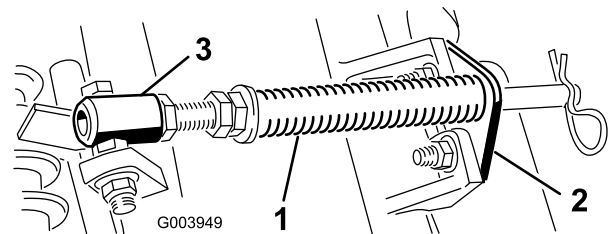

Bild 4
1. Nehmen Sie die zwei Schlossschrauben und Muttern ab, mit denen die Stangenhalterung an den Nasen des Mähwerks befestigt ist (Bild 4).
- Nehmen Sie die Bundmutter ab, mit denen die Schraube des Federrohrs an der Trägerrahmennase befestigt ist (Bild 4). Nehmen Sie das Bauteil ab.
Hinweis: Positionieren Sie den Schraubenkopf zur Außenseite der Nase, wie in Bild 4 dargestellt.